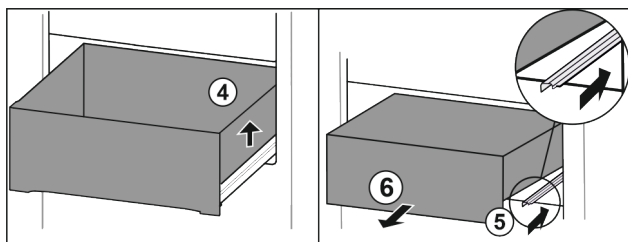

Fig. 63
- ▶ Lyft utdragslåda på höger sida. Fig. 63 (4)
- ▶ Skjut in höger skena. Fig. 63 (5)
- ▶ Ta ut utdragslåda genom att dra den framåt. Fig. 63 (6)